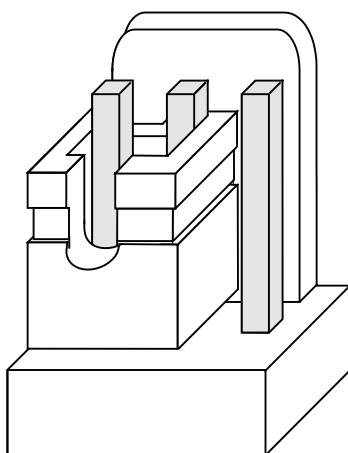

Fig. 21. De manier om de jumper te plaatsen over de RS-232 TTL poort pins.
2. Plaats een jumper over de RS-232 TTL poort pins op de print van de module board, zoals getoond in Fig. 21.